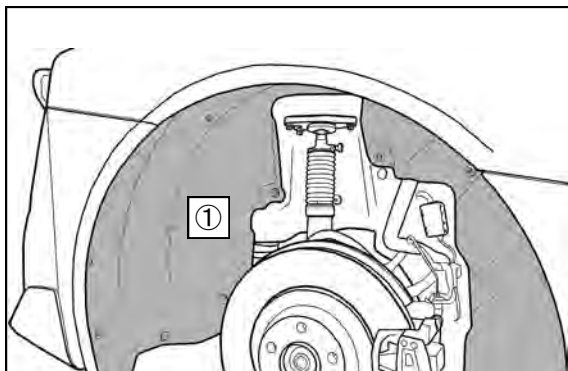

図3-1
3. ①リアホイールハウ斯拉イナを取外してください。(図3-1)